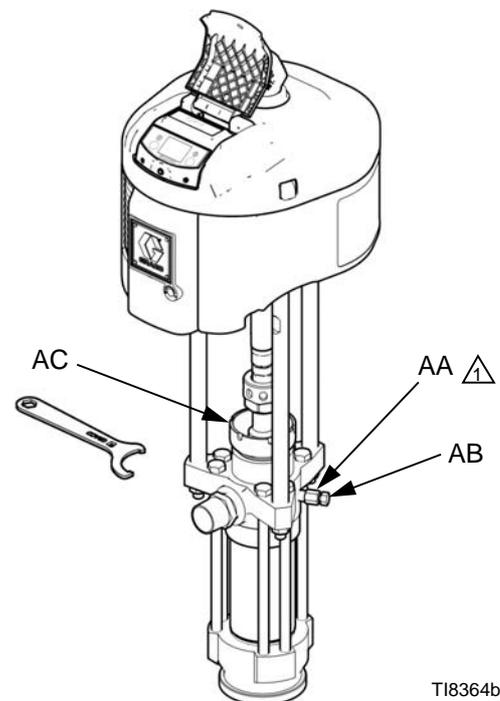

Fig. 3 :Vanne de purge et coupelle de presse-étoupe
6. Si l'on ne parvient pas à amorcer la pompe correctement, ouvrir un peu le bouchon (AB) de la vanne de purge. Utiliser le trou de purge comme vanne d'amorçage jusqu'à ce que le produit arrive au niveau du trou. Voir FIG. 3. Fermer le bouchon (AB).
Voir FIG. 3. Vérifier la coupelle (AC) quotidiennement. Veiller à ce que la coupelle reste remplie à 1/3 avec du liquide d'étanchéité pour presse-étoupe Graco (TSL) ou avec un solvant compatible.